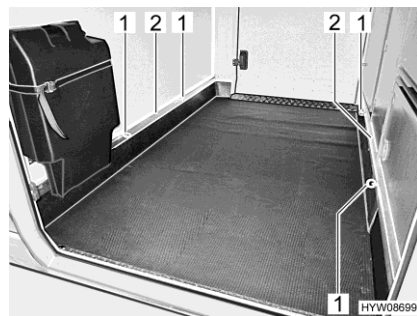

Fig. 1 Ojetes de amarre (garaje trasero)
- Girar el ojete de amarre (Fig. 1,1) media vuelta en sentido contrario a las agujas del reloj. Ahora, el ojete de amarre (Fig. 2) se deja desplazar.
- Desplazar el ojete de amarre (Fig. 1,2) a la posición deseada en el riel de amarre.